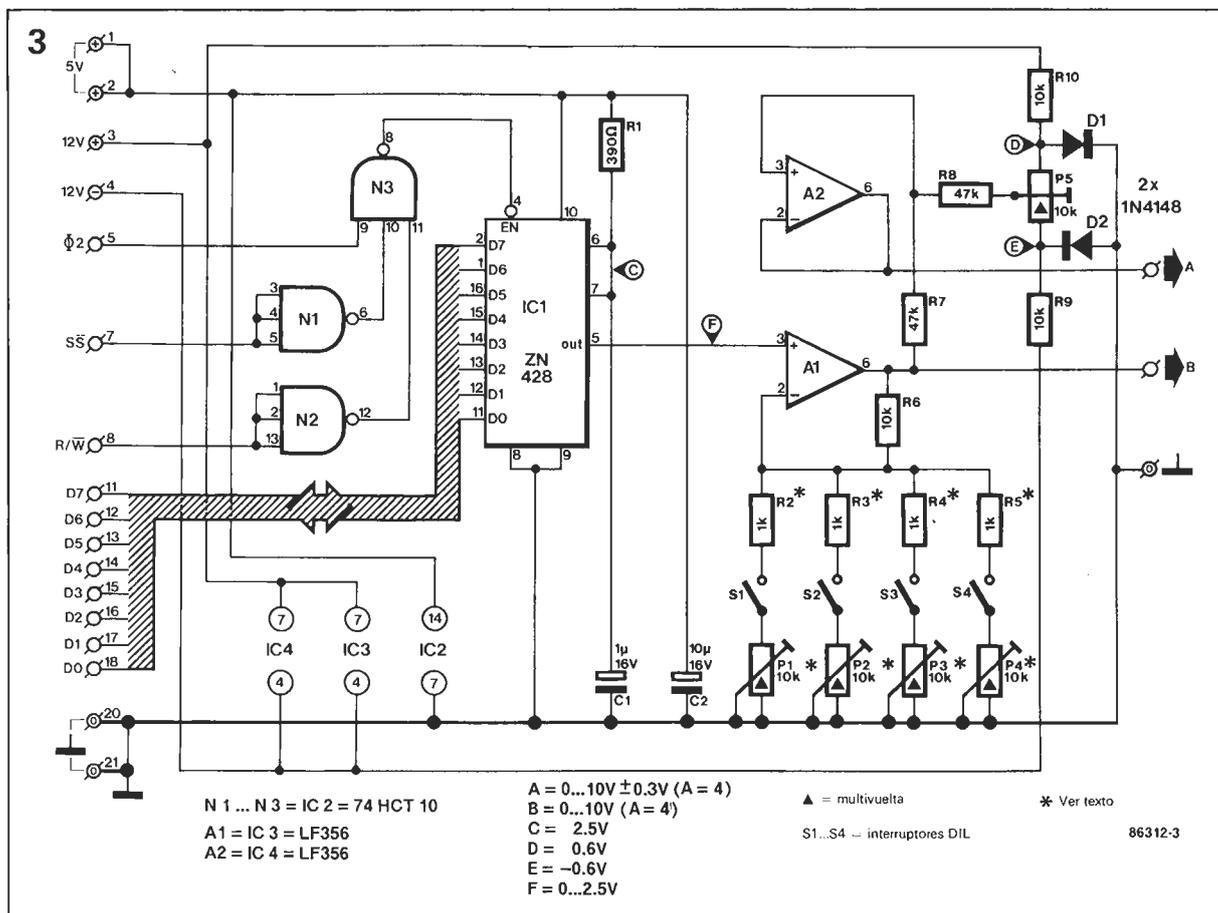

Figura 3. Esquema eléctrico de la placa convertidora de 8 bits. El margen de tensión de salida, así como la tensión de offset son definibles por el usuario.
El esquema eléctrico del convertidor puede verse en la figura 3. Obsérvese que el contenido del registro del DAC se toma directamente del bus de datos perteneciente al bus de E/S (D0-D7). El impulso de habilitación del mismo (EN) se extrae del conjunto formado por las puertas N1, N2 y N3, que están dispuestos como función lógica: